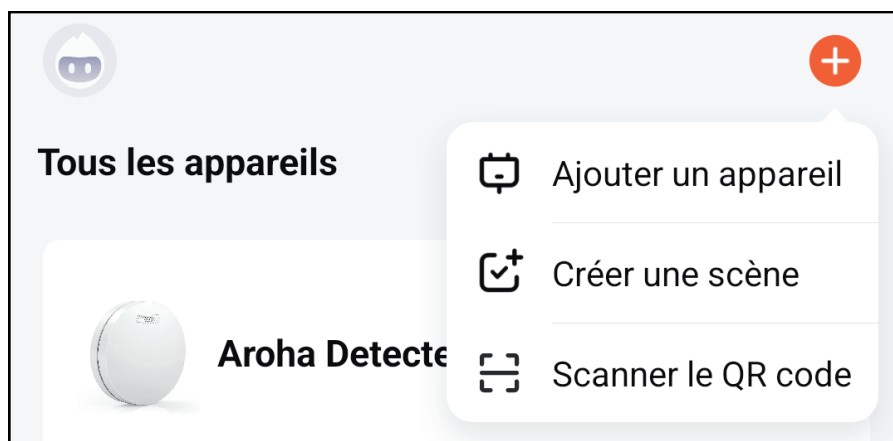

Figure 2: Ajouter un appareil dans l'application
Étape 5: Cliquez sur le "+" dans le coin supérieur droit de l'écran d'accueil de l'application. Choisissez ensuite "**Ajouter un appareil**", comme vous le voyez sur la figure 2. L'application recherchera désormais automatiquement les appareils en mode couplage. Suivez les étapes décrites dans l'application.